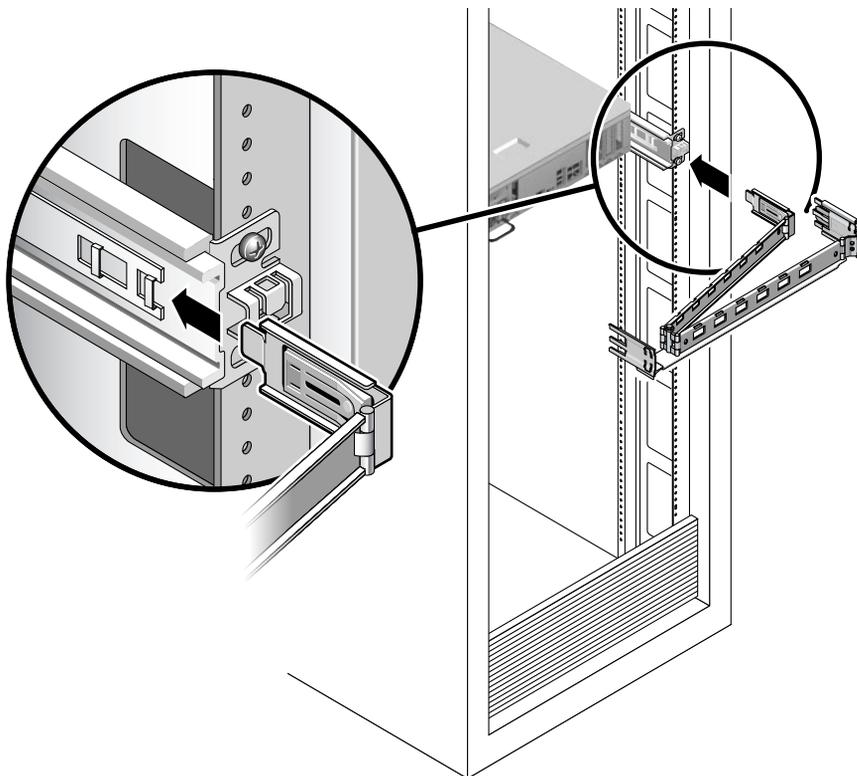

FIGURE 2-9 Montage du connecteur CMA interne
2. Insérez la plus petite des extensions dans le clip situé à l'extrémité du support de montage (voir FIGURE 2-9).